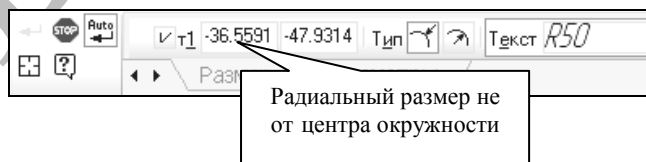

Рис. 6
9) В «*Строке параметров*» в активном режиме «*Размер*» измените тип радиального размера на «*Радиальный размер не от центра окружности*» (рис. 6).